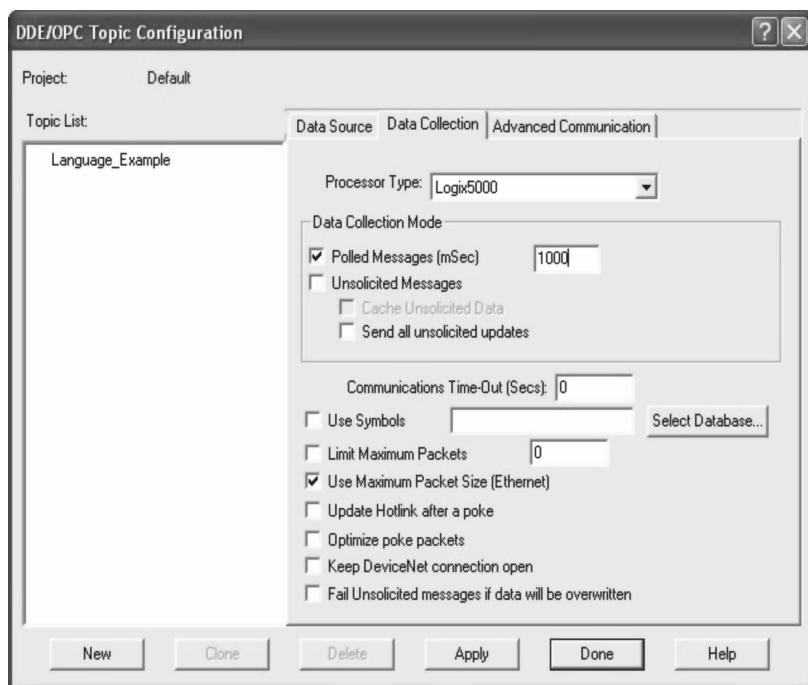

图 17-3 “数据采集”选项卡
5. 在“数据采集”(Data Collection) 选项卡中, 按照图 17-3 所示配置该主题。
6. 单击“应用”(Apply), 然后在完成后单击“完成”(Done) (见图 17-3)。